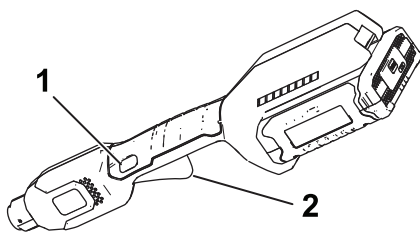

Figura 9
4. Para arrancar la desbrozadora, presione el botón de bloqueo y apriete el gatillo de velocidad variable (Figura 9).